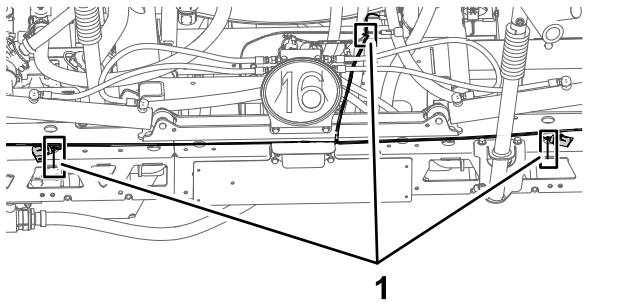

Figure 60
6. Attachez la partie principale, la branche de 89 cm et la branche de 71 cm du faisceau de câblage avec 3 serre-câbles, comme montré à la Figure 60.